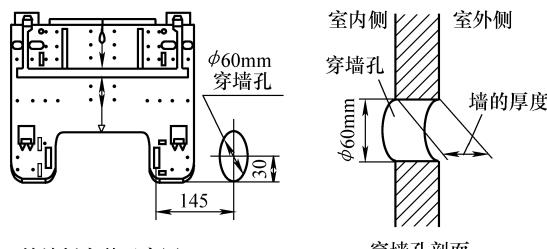

图 5-14 挂墙板安装
(2) 室内机挂墙板的安装。如图5-14所示，先将挂墙板水平固定在墙上，然后确定墙壁孔的位置，用钻头打出Φ60mm的墙孔，外侧稍微向下倾斜安装护圈，安装完毕，用石膏粉或油灰封住。
(3) 管路的安装